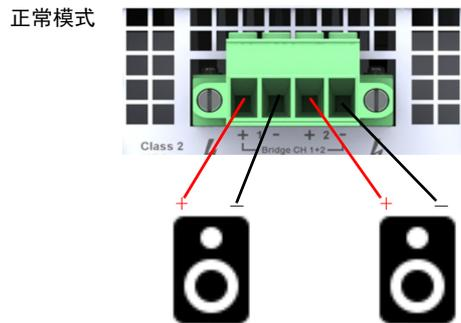

图 2-15 以正常模式将声道从端子座连接到扬声器
3. 将放大器的负极 (-) 输出连接到同一扬声器的负极 (-) 输入端子。（请参见图 2-15。）